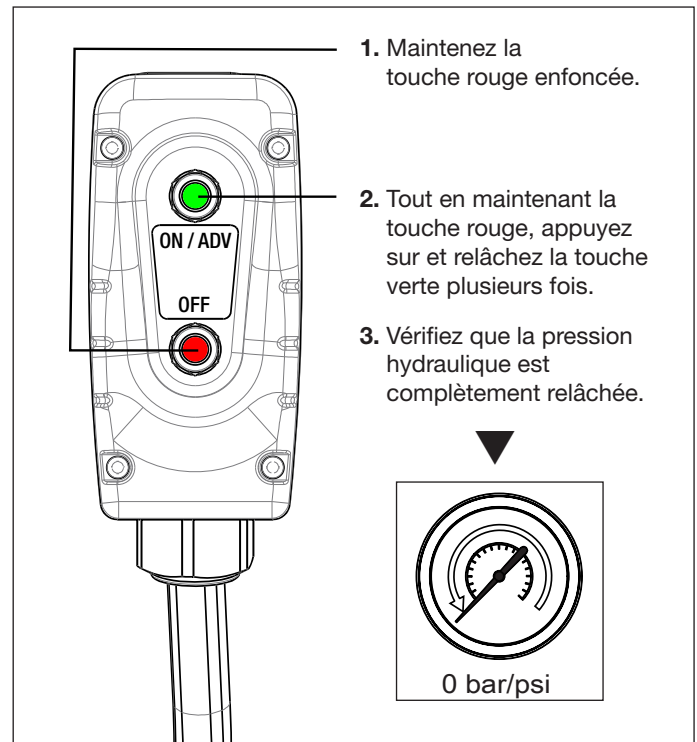

Figure 9 : Relâchement de la pression hydraulique
- Maintenez la touche OFF rouge enfoncée tout en appuyant sur et en relâchant plusieurs fois la touche ON/ADV verte. Reportez-vous à la Figure 9.
- Vérifiez que le manomètre hydraulique indique zéro (0) bar/psi. Relâchez ensuite la touche OFF rouge.